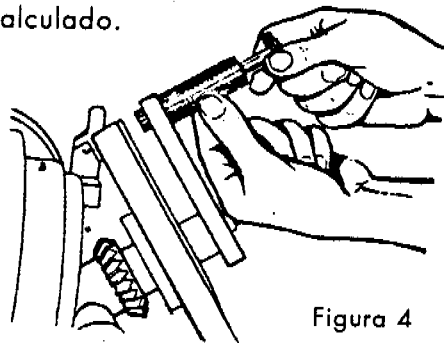

Figura 4
- a. Retire el perno retráctil ( Figura 4 ).